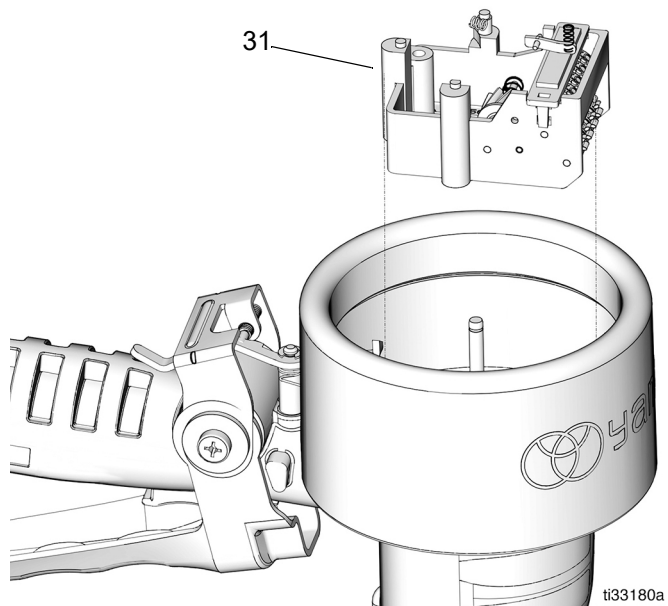

図 12
6. カウンタアセンブリ (31) を取り外します (図 12)。